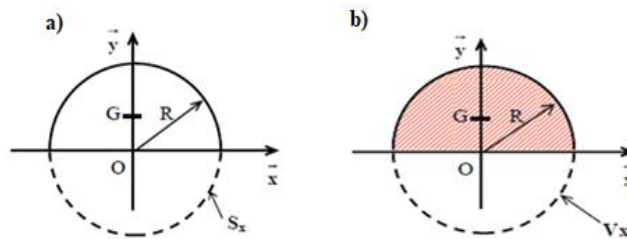

Figure III.13
a) - Déterminer le centre d'inertie d'un demi-cercle (Figure III.13 a).
b) - Déterminer le centre d'inertie d'un demi-cercle (Figure III.13 b).